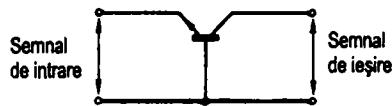

Figura 21.5 Configurația bază comună (BC)
2. Configurația **bază comună** (BC), în care baza este comună atât pentru intrare cât și pentru ieșire (figura 21.5).